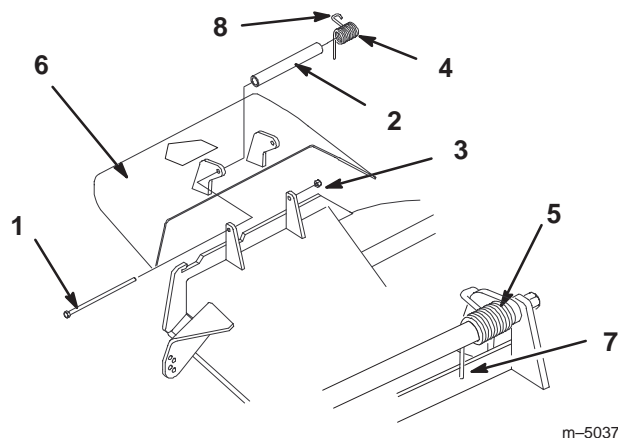

Figure 72
1. Retirez le contre-écrou, le boulon, le ressort et l'entretoise qui fixent le déflecteur aux supports de pivot (Fig. 72). Enlevez le déflecteur s'il est endommagé ou usé.
**Remarque :** prenez soin de placer l'extrémité droite du ressort derrière le bord du plateau avant de mettre le boulon en place, comme indiqué à la Figure 72.
3. Remettez le boulon et l'écrou. Accrochez l'extrémité crochue du ressort au déflecteur d'herbe (Fig. 72).